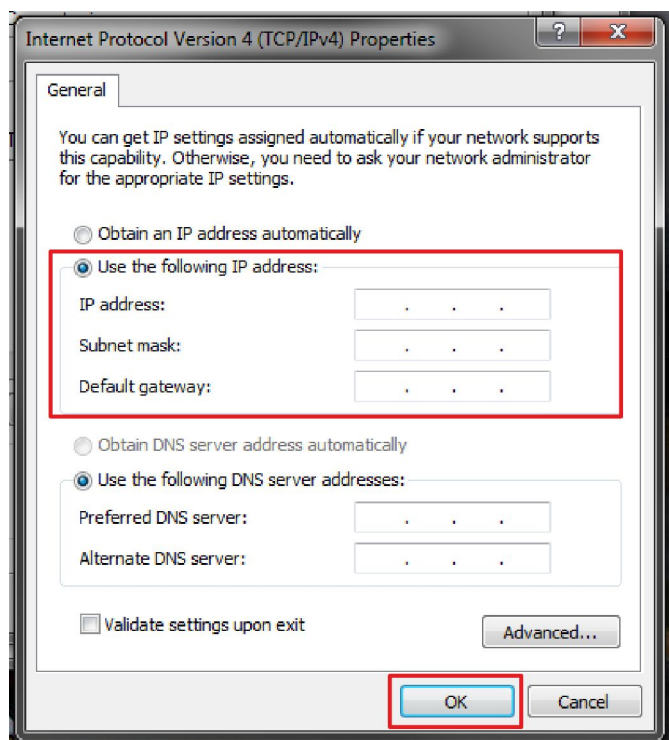

Fig. 14 : Propriétés protocole Internet Version 4 (TCP/IPv4).
7. ▶ Sélectionner l'option « Utiliser l'adresse IP suivante : » (Fig. 14) puis saisir l'adresse IP, le masque de sous-réseau et la passerelle par défaut puis confirmer par « OK » .